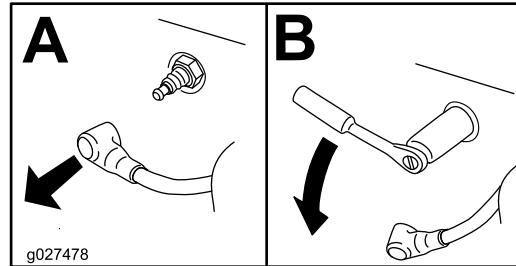

Figure 39
- Déposez la bougie (Figure 39).